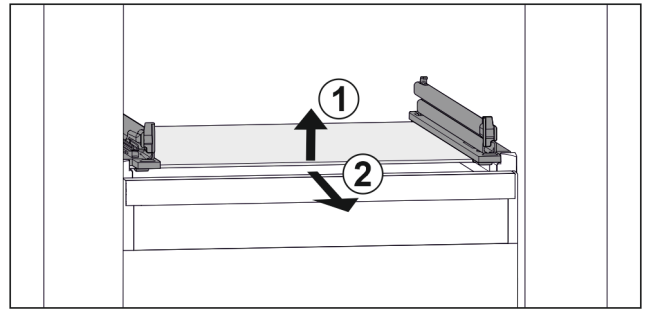

Fig. 46 Voorbeeldweergave van glasplaat
- ▶ Glasplaat aan de voorkant optillen. Fig. 46 (1)
- ▶ Glasplaat naar voren toe verwijderen. Fig. 46 (2)